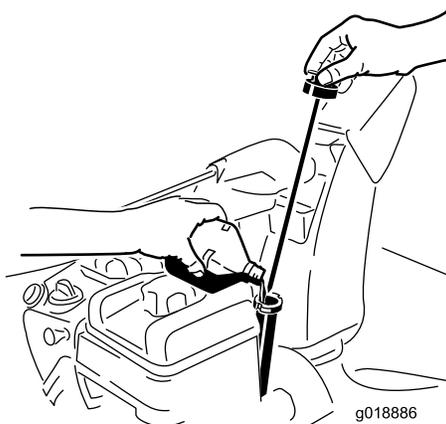

Figure 33
2. Sortez de nouveau la jauge et contrôlez le niveau d'huile (Figure 33). Ajoutez de l'huile, si le niveau est en dessous du repère du minimum sur la jauge (voir Plein d'huile du carter moteur).